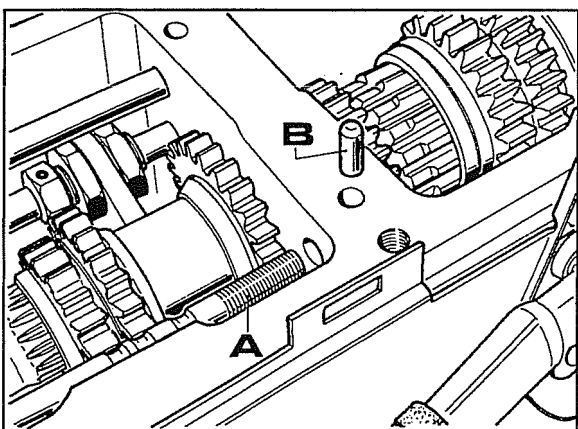

Fig. 7
- 1 Rendere libera l'asta riduttore tramite i dadi **A** fig.4 quindi sfilarla all'indietro. Togliere il perno **B** come in fig.7.